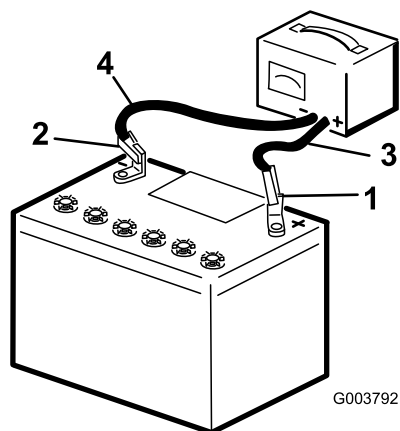

Figura 36
2. Caricate la batteria per 10 o 15 minuti a 25 – 30 A o 30 minuti a 4 – 6 A (Figura 36). Non sovraccaricate.
3. Quando la batteria è completamente carica, staccate il caricabatterie dalla presa elettrica e scollegate i cavi di ricarica dai poli della batteria (Figura 36).